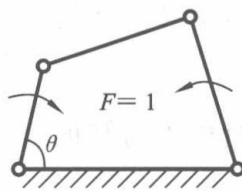

图 2-5 原动件数 > 机构自由度
(2) 原动件数 > 机构自由度,机构破坏,最薄的部分崩溃,如图 2-5 所示。